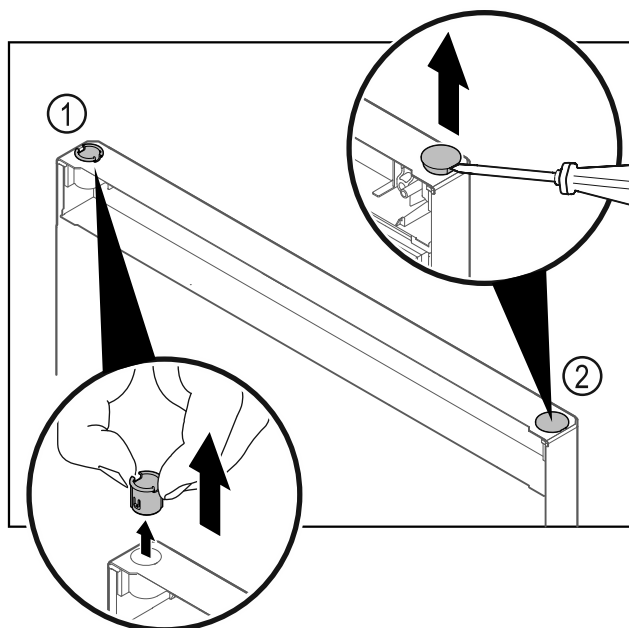

Fig. 27 Kyldörr
- Dra ut gångjärnsbussningen Fig. 27 (1) med fingrarna.
- Lyft försiktigt upp pluggen Fig. 27 (2) med en spårskruvmejsel och dra ut den.